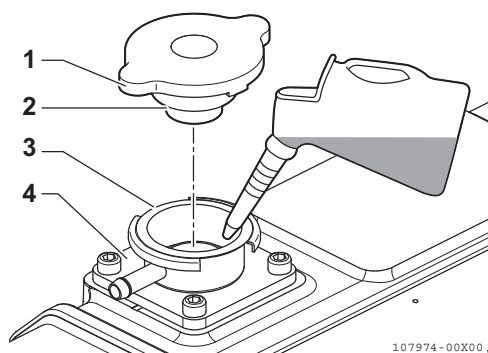

Figure 11
3. Versez lentement le liquide de refroidissement dans le réservoir (**Figure 11, (4)**) pour éviter les bulles d'air. Remplissez jusqu'à ce que le liquide de refroidissement déborde du port de remplissage.
4. Alignez les languettes du bouchon de remplissage (**Figure 11, (2)**) avec les encoches du port de remplissage (**Figure 11, (3)**) et serrez fermement le bouchon de remplissage (**Figure 11, (1)**).